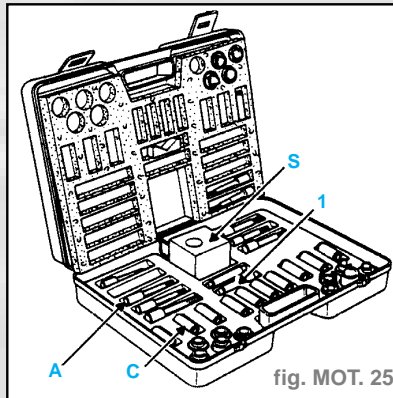
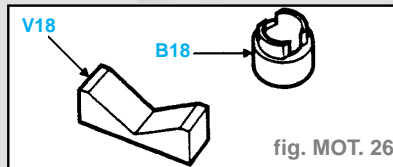

fig. MOT. 25
fig. MOT. 26
- Les axes de pistons sont montés serrés dans les bielles et tournant dans les pistons. Utiliser l'outillage **Mot. 547-22** livré dans un coffret contenant (fig. MOT. 25) :
- un socle support de piston (5),
- un mandrin d'extraction (1),
- des axes (A) de montage munis de leurs centreurs (C),
- ainsi que la bague **B18** et le **VV18** du **Mot. 574-23** (fig. MOT. 26).